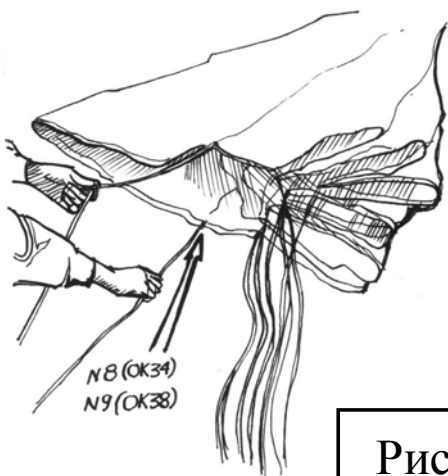

Рис.3
6. Найдите стропу №8 (для ОК-34) либо №9 (для ОК-38) (согласно нумерации на полотнищах – рис.3).